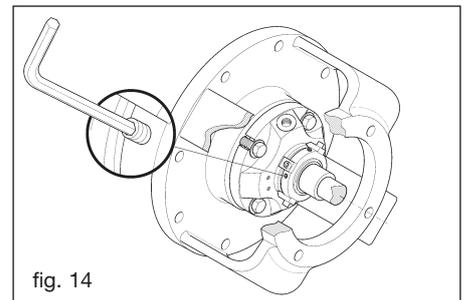

fig. 14
- Soltar os pinos de bloqueio da camisa no eixo (fig. 14).
- Apertar com força os pinos (fig. 14).